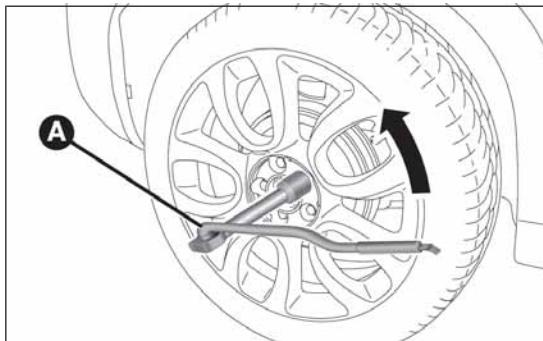

fig. 156
- ☐ prendere la chiave A fig. 156 ed allentare di circa un giro le colonnette di fissaggio. Per le versioni dotate di cerchi in lega, scuotere la vettura per facilitare il distacco del cerchio dal mozzo della ruota;
- inserire la chiave A fig. 156 sul cric in modo da distenderlo, sin quando la parte superiore B si inserisce correttamente sul longherone C (in corrispondenza del segno ∇ riportato sul longherone stesso);
- prendere la chiave A fig. 156 ed avvitare a fondo le colonnette di fissaggio;